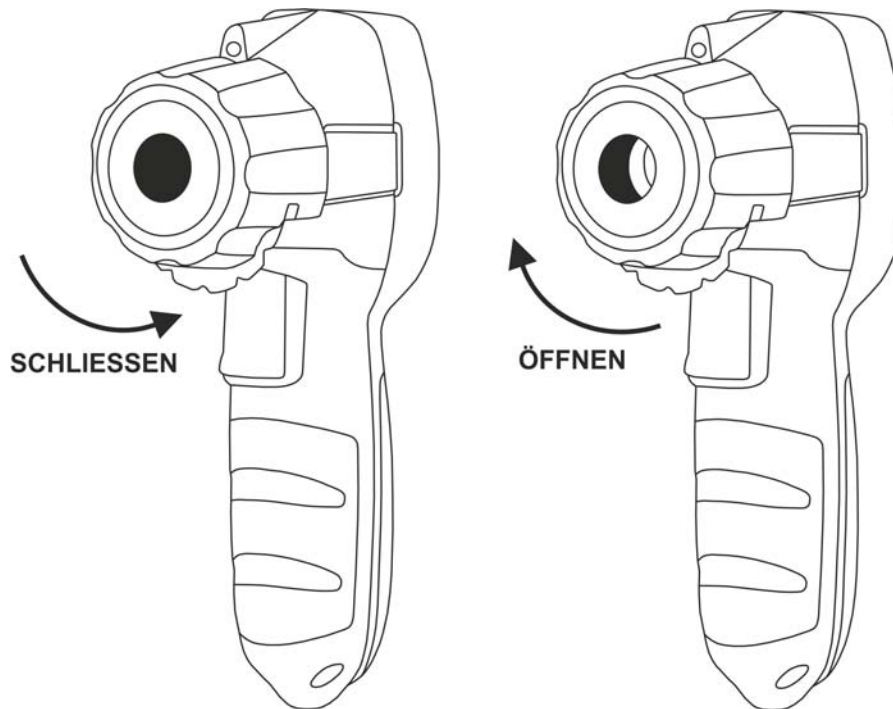

Abb. 14: Öffnen des Schutzringes
3. Drehen Sie den Schutzring (siehe Abb. 1 – Teil 3) und öffnen Sie den mittleren Schlitz (siehe Abb. 14).